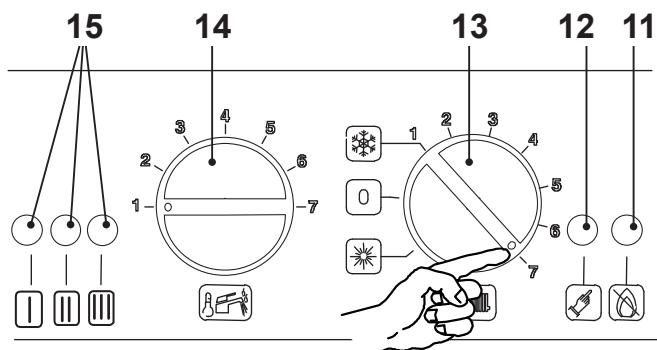

рисунок 5.56
- Держите в нажатом положении кнопку сброса рисунок 5.56 в течение 10 секунд, лампочка блокировки 11 in рисунке 5.56 начнёт мигать.
- Сигнальные лампочки 15 (рисунок 5.56) будут иметь вид, как на рисунке 5.57 (условные обозначения лампочек, рисунок 5.45).
Для показа заданной настройки держите в нажатом положении кнопку сброса 12 (рисунок 5.56), примерно, 5 секунд. Сигнальные лампочки 15 (рисунок 5.56) будут мигать столько раз, сколько было установлено (рисунок 5.58).
- Для изменения настройки поверните ручку регулировки температуры санитарного оборудования 14 (рисунок 5.56) и поставьте её на выбранную частоту включения (рисунок 5.58) (на рисунке примера ручка была настроена на частоту включения каждые 2 дня), сигнальная лампочка блокировки 11 (рисунок 5.56) начнёт быстро мигать.
- Для внесения в память настройки держите в нажатом состоянии кнопку сброса 12 (рисунок 5.56), примерно, 5 секунд, все сигнальные лампочки 15 (рисунок 5.56) начнут одновременно мигать, как показано на рисунке 5.59 (условные обозначения лампочек, рисунок 5.45).